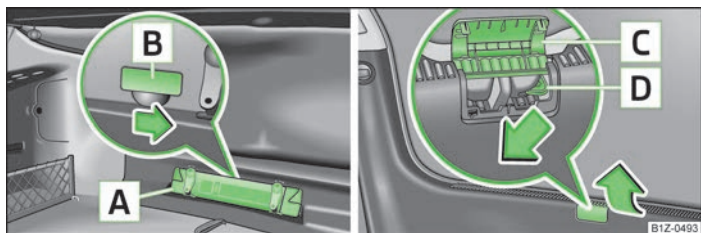

Fig. 17 Descuierea de urgență a capotei portbagajului
- Scoateți triunghiul reflectorizant **A** » fig. 17.
- Apăsăți maneta în sensul săgeții » fig. 17 și capota portbagajului se va descuia.
- Ridicați masca **C** » fig. 17.